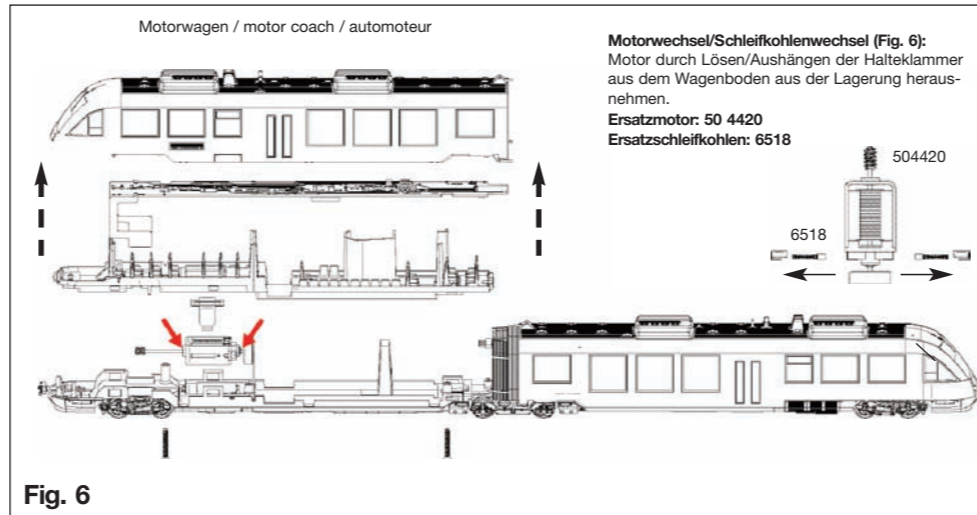

Fig. 6
**Exchange of motor /carbon brushes (Fig. 6):**
**Remplacement du moteur/des charbons (Fig. 6) :**
**Het vervangen van de motor en/of koolborstels (Fig. 6):**
**Sostituzione del motore/delle spazzole in carbone (Fig. 6):**